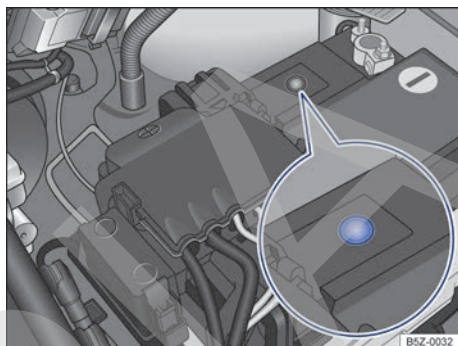

Fig. 175 En el compartimento del motor: ejemplo de posición del visor en el lado superior de la batería del vehículo.
- El visor redondo → fig. 175 en la parte superior de la batería del vehículo cambia de color dependiendo del nivel del electrólito.